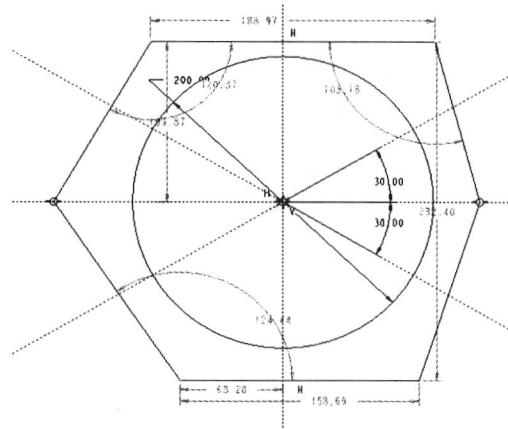

图 1-12 移动点 3 和点 6
**Step4** 单击“草绘器工具”工具栏“约束”面板中的“重合”按钮 $\odot$ ，然后选择点 3，点 3 被选中后将高亮显示，再选择水平中心线，使点 3 移到水平中心线上。采用同样的方法，将点 6 移到水平中心线上，如图 1-12 所示。